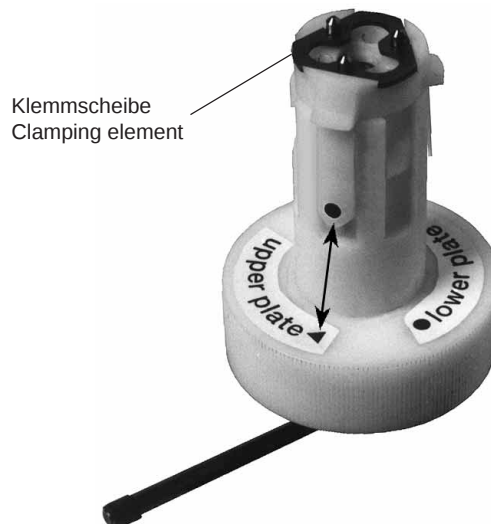

Fig. 13
- Abziehvorrückung auf die Stellung "Δ upper plate" (obere Klemmung) umstecken (Fig. 13).
- Die Klemmscheibe auf die Stifte der Abziehvorrückung legen (Fig. 13) und den Griff um 90° in Pfeilrichtung "OPEN" drehen.
- Change the position of the extractor to "Δ upper plate" (upper clamping element, Fig. 13).
- Place the clamping element onto the pins of the extractor (Fig. 13) and turn the lever by 90° in the direction of the arrow "OPEN".